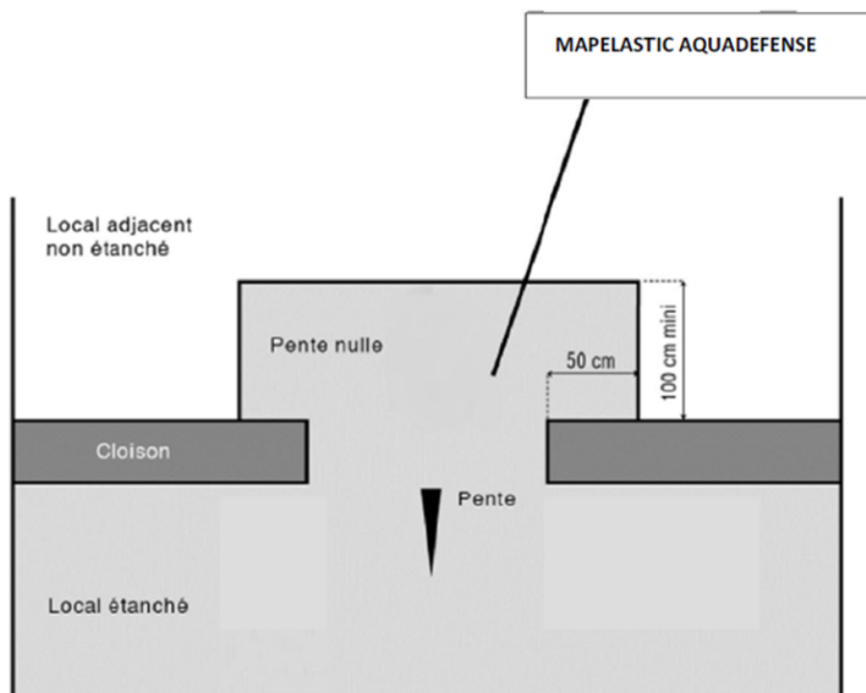

Figure 26 – Traitement du passage du seuil avec le local adjacent
- Un prolongement de MAPELASTIC AQUADEFENSE EVO sera effectué de part et d'autre de l'ouverture dans le local adjacent, avec relevé de hauteur de 7 cm minimum sur une profondeur d'au moins 1 m et une largeur d'au moins 50 cm (cf. figure 26).